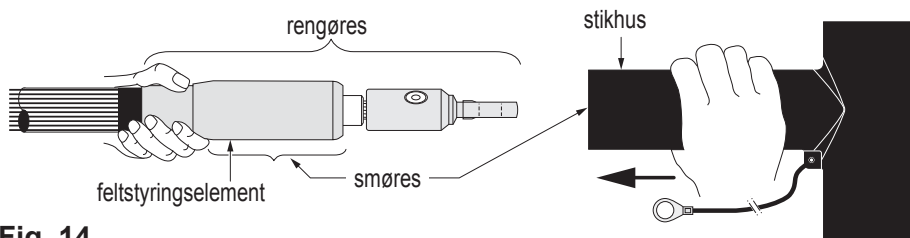

Fig. 14
15) Feltstyringselement, isolation og kabelsko rengøres, se fig. 14.